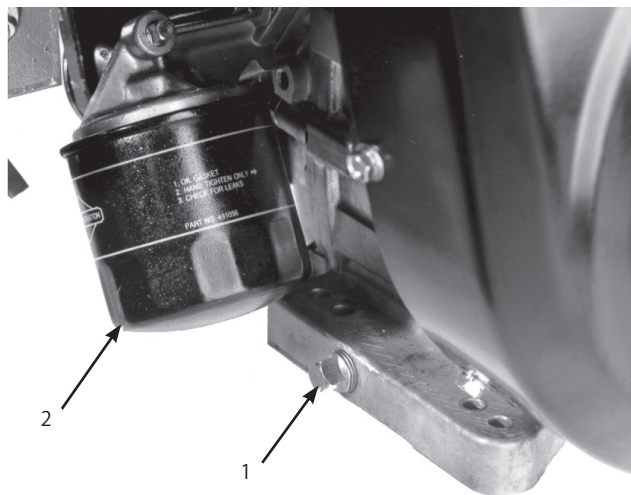

図34
1. ドレンプラグ (図34) を外し、排出されるオイルを廃油受け容器に回収する。オイルが抜けたらドレン・プラグを取り付ける。
2. オイル・フィルタ (図34) を取り外す。新しいフィルタのガスケットにきれいなエンジン・オイルを薄く塗る。